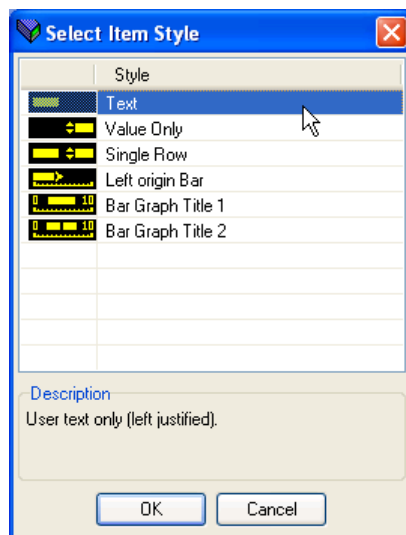

Abbildung 7.8.1a Fenster 'Graph Stil'
2. Doppelklicken Sie auf eine der Zellen unter 'Promote Parameter Liste', um das Fenster 'Objektstil wählen' anzuzeigen (Abbildung 7.8.1a).